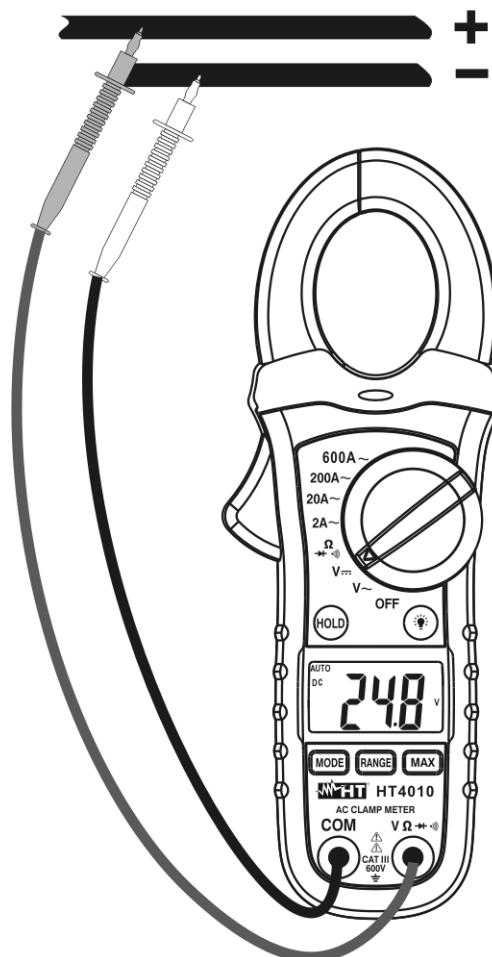

Fig. 2: Uso de la pinza en medida de Tensión CC
3. Inserte las puntas de prueba en los terminales, la punta roja en el terminal “**VΩ►+•**” y la punta negra en el terminal **COM** (ver Fig. 2)
4. Inserte las dos puntas de prueba en el punto deseado del circuito (ver Fig. 2), luego el instrumento mostrará el resultado
6. Para la medida de tensión CC el símbolo “-” en el visualizador indica que el valor de la tensión está invertida respecto a la conexión de la Fig. 2